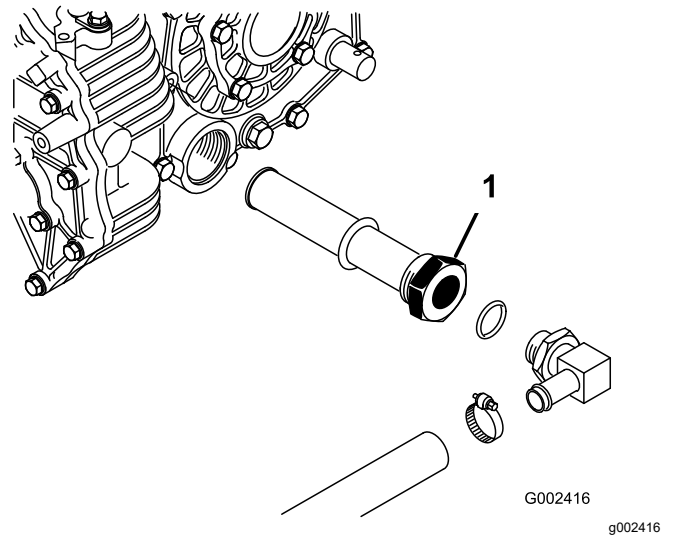

Figura 72
3. Observe la orientación del tubo hidráulico y del codo de 90° conectado al filtro en el lateral del depósito (Figura 72).